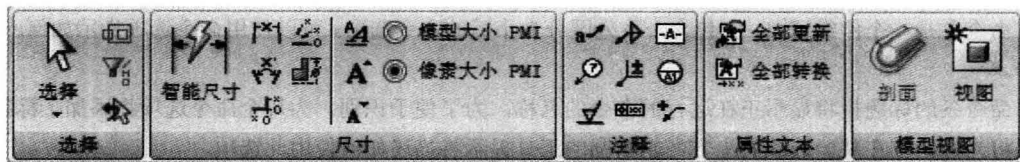

图 1-27 “PMI”菜单
(4) “PMI”菜单。“PMI”菜单如图 1-27 所示, 包括选择、尺寸、注释、属性文本和模型视图等命令。